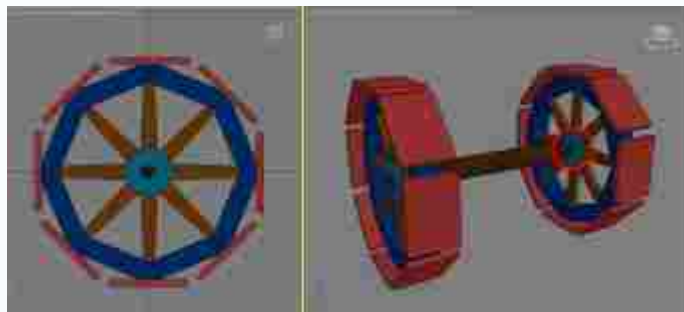

图2-20 连接轴杆模型制作
(9) 在完成两边车轮模型制作之后，接着制作两个车轮的连接轴杆。结合前面制作模型的基本思路，在两个轮子中间创建一个圆柱体，设置圆柱体的基础参数，如图2-19所示，调整圆柱体的坐标位置到轴心原点，将圆柱体转换为可编辑的多边形物体，并将其命名为“连接杆”。创建连接杆与车轮相交处的小轴杆，使其穿插在连接杆与车轮中心轴之间作为稳固架，如图2-20所示。